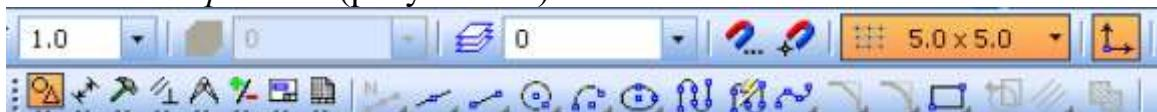

Рисунок 2.2 –Настройка ЛСК и размеров сетки
2. Установите размеры сетки $5,0 \times 5,0$ и активизируйте кнопку *Локальная система координат* (рисунок 2.2).